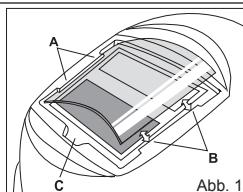

Abb. 1
Austausch der vorderen Abdeckscheibe: Tauschen Sie die vordere Abdeckscheibe aus, wenn sie beschädigt (gerissen, verdreckt oder verkratzt) ist. Drücken Sie mit dem Finger oder Daumen in die Mulde (C) am unteren Rand der Abdeckscheibe und biegen Sie diese nach oben, bis sie an den mit A und B gekennzeichneten Kanten freigegeben wird. (Vgl. Abb. 1).